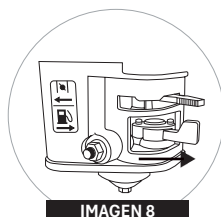

IMAGEN 8
- COLOQUE LA VÁLVULA DE COMBUSTIBLE EN LA POSICIÓN ABIERTA; (IMAGEN 8)